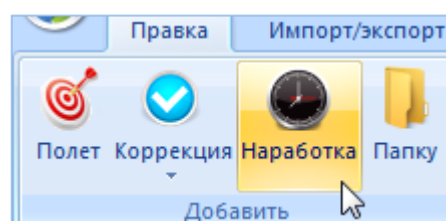

Рис. 13-204 – Панель «Добавить»
3) Нажать кнопку «Наработка» панели «Добавить» (рис. 13-204).